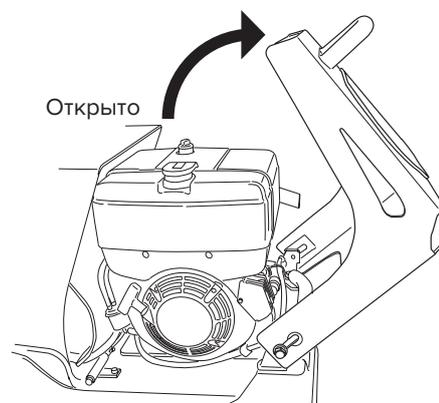

Рис. 38
3. Плавно откройте крышку (рис. 38).